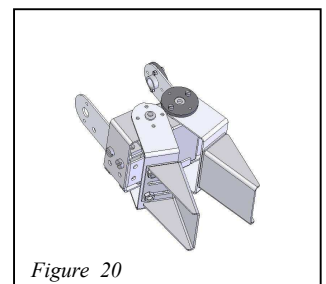

Figure 20
**Étape 14 :** Effectuer la même opération avec la deuxième fourche (12), régler correctement la fourche (11) pour que en position fermée les deux mors (19) soient bien parallèle. Voir la figure 20.